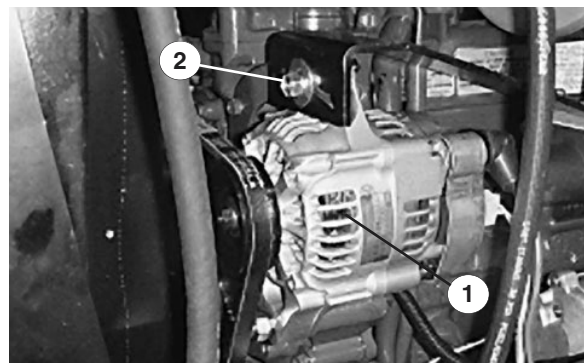

Figure 26
1. Etat et tension—Vérifiez l'état et la tension de la courroie (Fig. 26) toutes les 100 heures de service.